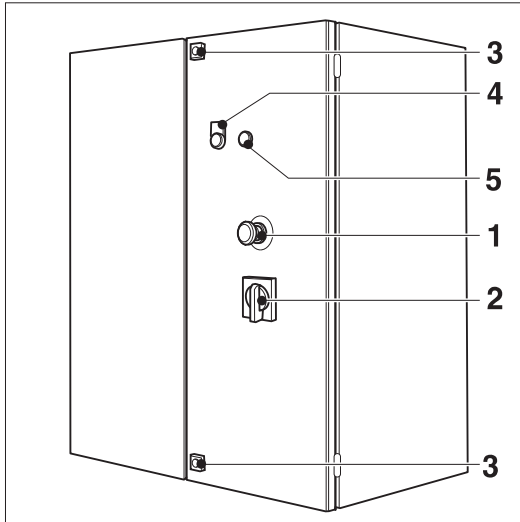

Figura E.3: Armario de distribución
- sobre el armario de bombas (1, Figura E.3)
- Conecte el interruptor principal (2) en el armario de distribución y el interruptor principal en el armario de bombas a "CONEC".
- Ponga el interruptor de llave "Portal conec." (3) en el armario de distribución a "1".
- Pulse la tecla "CONEC." (5).